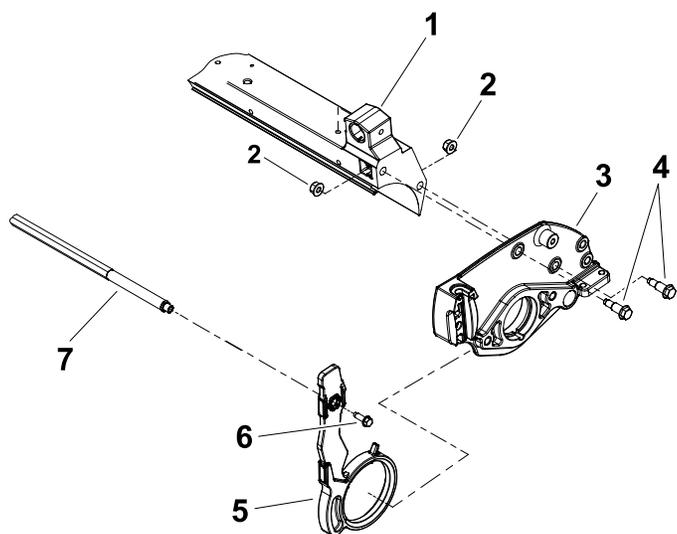

Рисунок 11
6. Снимите поперечную тягу, отвернув винты с буртиком под головкой, которые крепят поперечную тягу к прижимным рычагам (Рисунок 11).
8. Отверните ступенчатые болты и фланцевые гайки, которые крепят боковую пластину к поперечине режущего блока (Рисунок 11).
9. Снимите боковую пластину с вала барабана, валики, неподвижный нож и поперечину режущего блока (Рисунок 11).
10. Снимите имеющийся прижимной рычаг с боковой пластины (Рисунок 11).